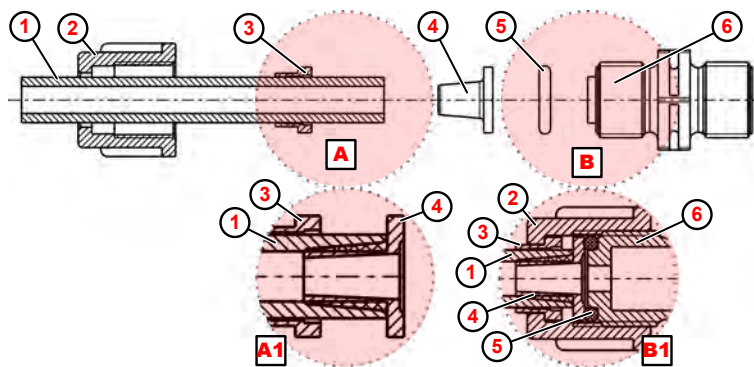

Fig. 8: Collegamento tubo rigido/tubo flessibile con la parte conica
1. ➤ Tagliare il tubo flessibile ( Fig. 8 , ① ) dritto.
2. ➤ Fare scorrere il dado per raccordi ② nel tubo flessibile ① .
3. ➤ Fare scorrere il componente di serraggio ③ nel tubo flessibile ① .
4. ➤ Fare scorrere il tubo flessibile ① fino al collare di arresto sulla parte conica ④ (dettaglio A1).
5. ➤ Far scorrere il componente di serraggio ③ verso la parte conica ④ fino a sentire una certa resistenza.
6. ➤ Inserire l'O-Ring ⑤ nel dado della valvola di aspirazione/di mandata ⑥ .
7. ➤ Serrare il il dado per raccordi ② (dettaglio B1).